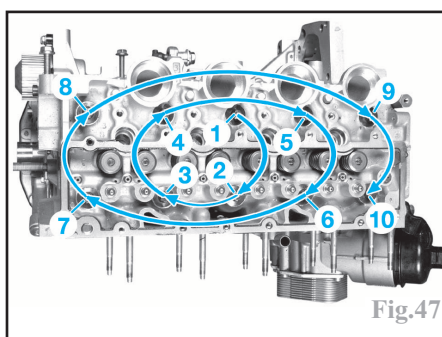

Fig.47
- serrer les vis de culasse en respectant l'ordre (Fig.47) et le couple de serrage (voir "Caractéristiques").